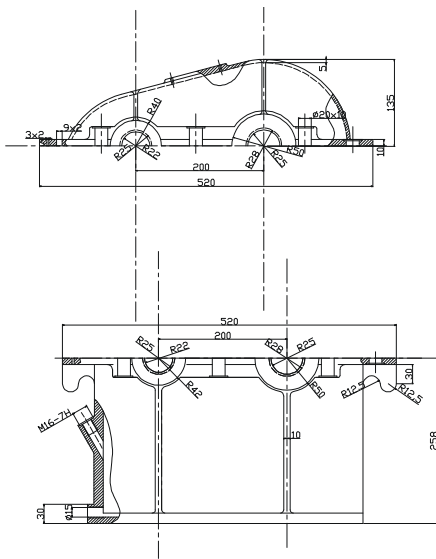

图 11-2-3
STEP 02 把箱盖文件转换到当前激活文件，按下“Ctrl+A”组合键全选箱盖图形，然后单击标准工具栏上的复制按钮，把箱盖图形复制一份到剪切板，并把该窗口关闭掉。窗口切换到箱体文件图，单击标准工具栏上的粘贴按钮，把箱盖图粘贴到箱体图文件中。如图 11-2-3 所示。